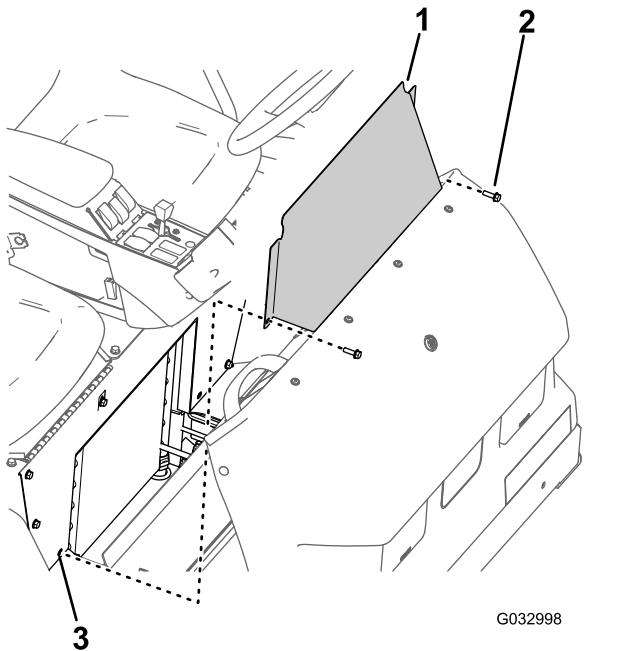

Figura 61
1. Retire los 2 pernos con arandela prensada que sujetan el panel de acceso de la base del asiento a la base del asiento (Figura 61).
2. Retire el panel de acceso de la base del asiento de la máquina (Figura 61).
1. Alinee los taladros del panel de acceso de la base del asiento con los taladros de la base del asiento (Figura 61).
2. Monte el panel de acceso de la base del asiento en la base del asiento con los dos pernos con arandela prensada (Figura 61) que retiró en el paso 1 de Retirada del panel de acceso de la base del asiento (página 55).